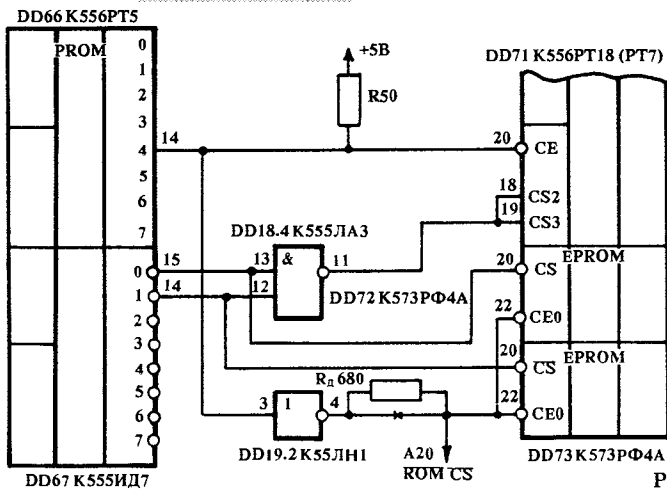

Рис. 1
4. Соединить контакт А20 системного разъема с выв.22 ППЗУ. Это сигнал ROM CS (рис.1).